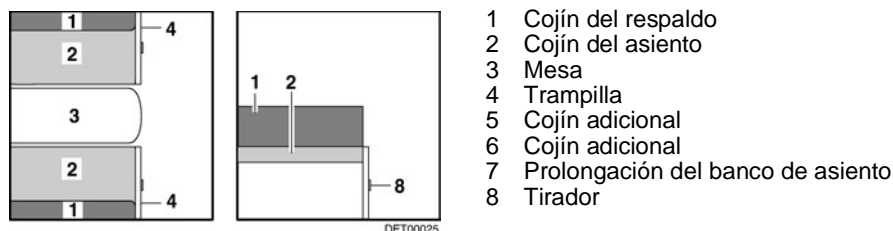

Fig. 93 Antes de ampliar
- Ampliar la mesa (Fig. 93,3) (véase apartado 7.7).
- Tirar del asidero (Fig. 93,8) y abrir la trampilla (Fig. 93,4).